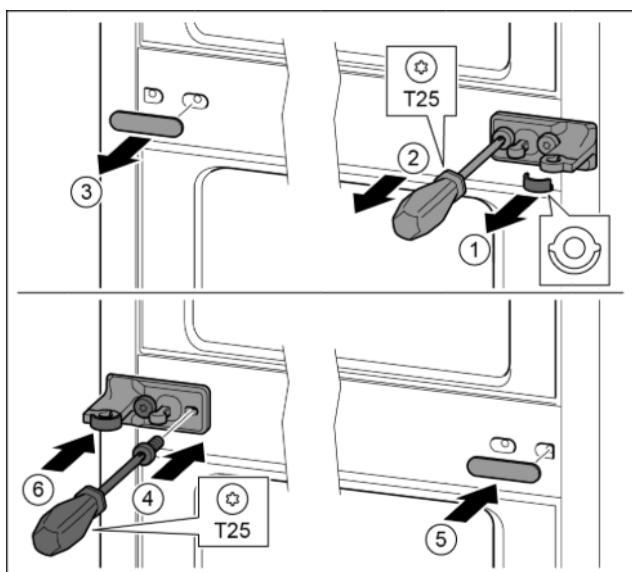

Fig. 30
- ▶ Stáhněte podložku. Fig. 30 (1)
- ▶ Šroubovákem T25 vyšroubujte šrouby. Fig. 30 (2)
- ▶ Opatrně stáhněte kryt. Fig. 30 (3)
- ▶ Stojan ložiska s fólií otočený o 180° pevně přišroubujte na druhé straně. Fig. 30 (4)
- ▶ Kryt otočený o 180° připevněte na druhé straně. Fig. 30 (5)
- ▶ Zepředu nasuňte podložku. Fig. 30 (6)